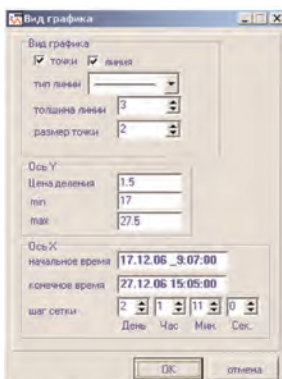

Рис. 17
-кнопка вид графика - выводит диалоговое окно (рис.17), которое позволяет изменять отображение графика точками и линией (при этом можно задавать толщину линии и размер точек), изменять цену деления по осям, переносить точку начала отсчета для наглядности общего вида графика.